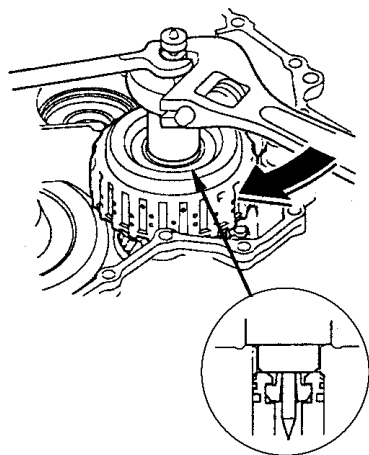

图 5-136 安装中间主动/驻车档齿轮
36) 如图 5-136 所示, 推动专用工具的把手, 拧紧螺母, 将中间轴主动/驻车档齿轮安装到主动带轮轴上。